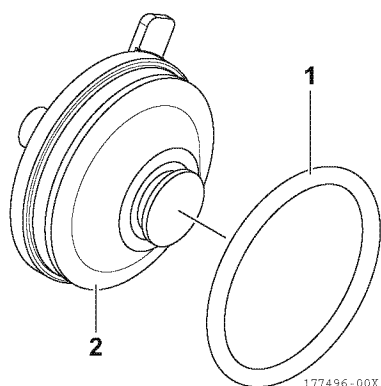

Figura 16
7. Retire la junta tórica (1, **Figura 16**) del conjunto de la cubierta (2, **Figura 16**).